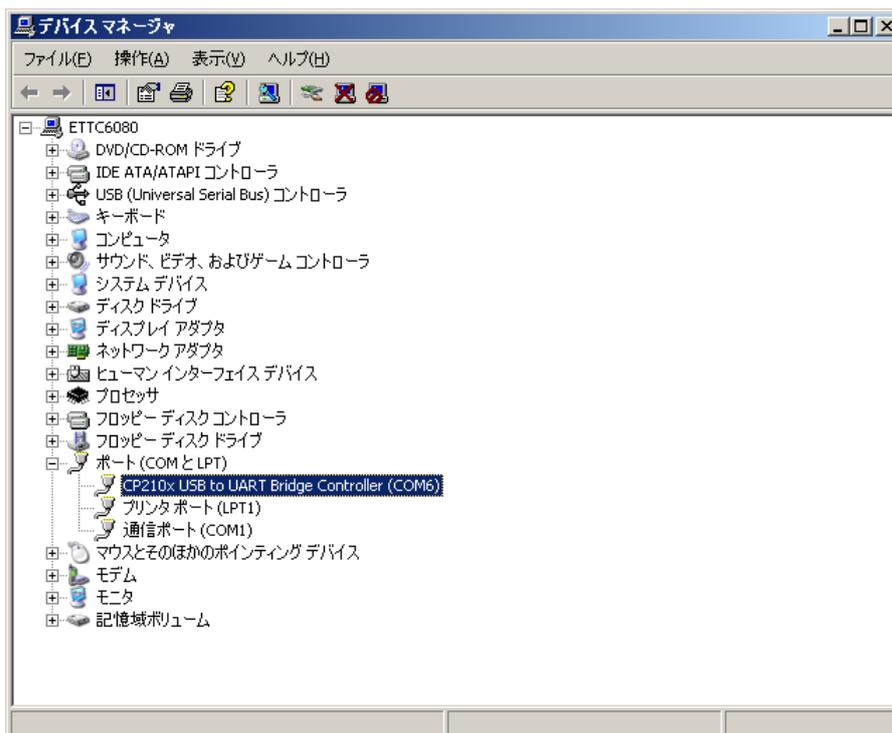
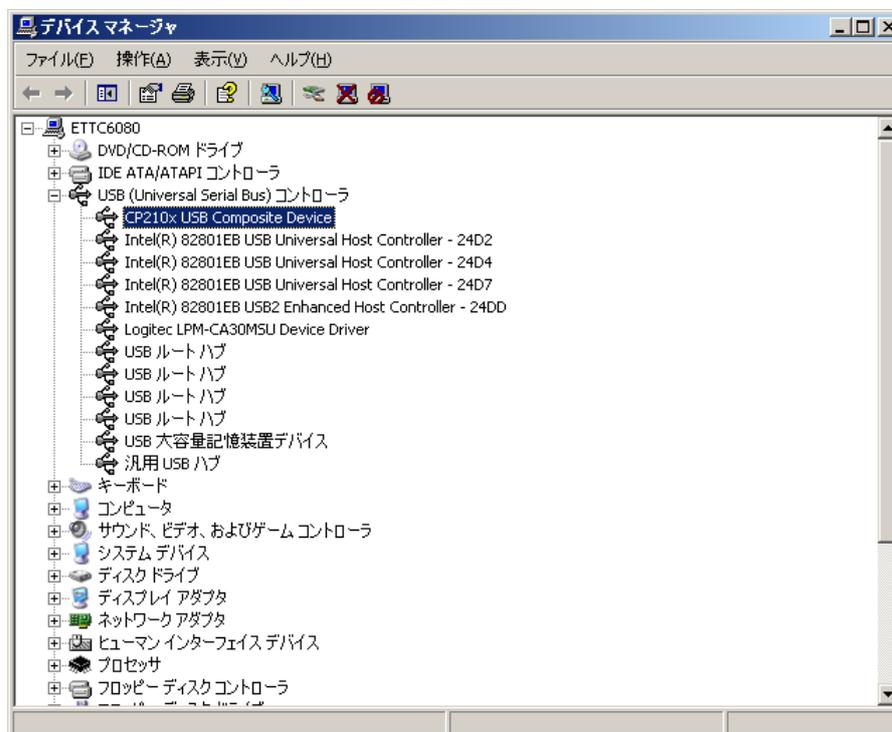
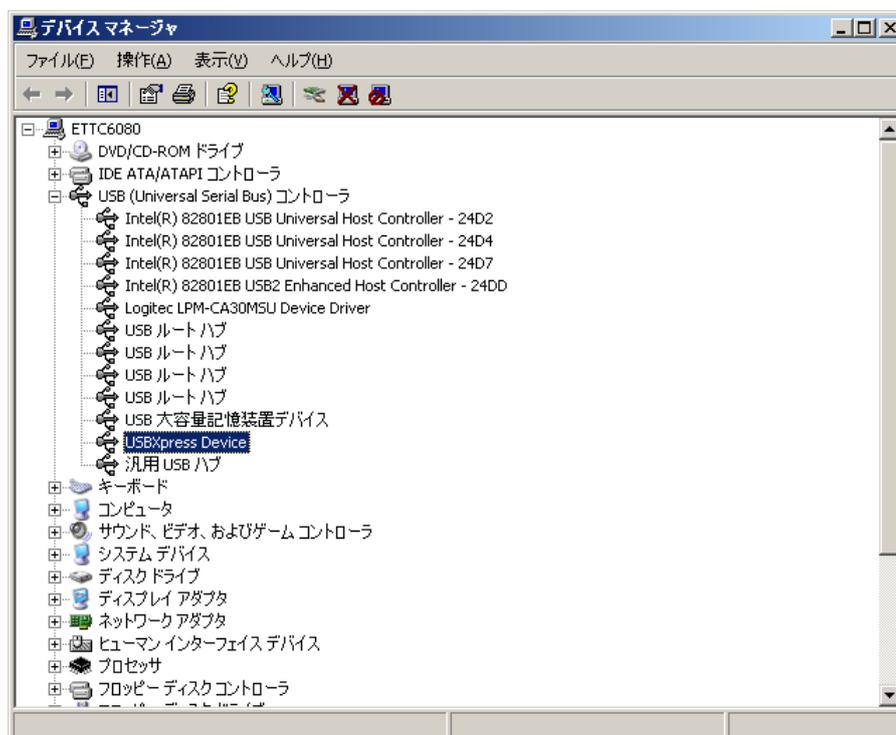

図13-2
図13-3
図13-14
上記手順で確認して、図 13-2 [CP210x USB to UART Bridge Controller]、図 13-3 [CP210x USB Composite Device] の項目が表示されている時は、次項目で記載する復旧手順が適用されます。
- ① 図 13-3にて右クリックし、[プロパティ] をクリックします。
13.1.1 確認方法の図 13-3 [CP210x USB Composite Device] から、下図 13-14 のカーソル部 [USBXpress Device] にデバイス種類が替わっていることを確認します。